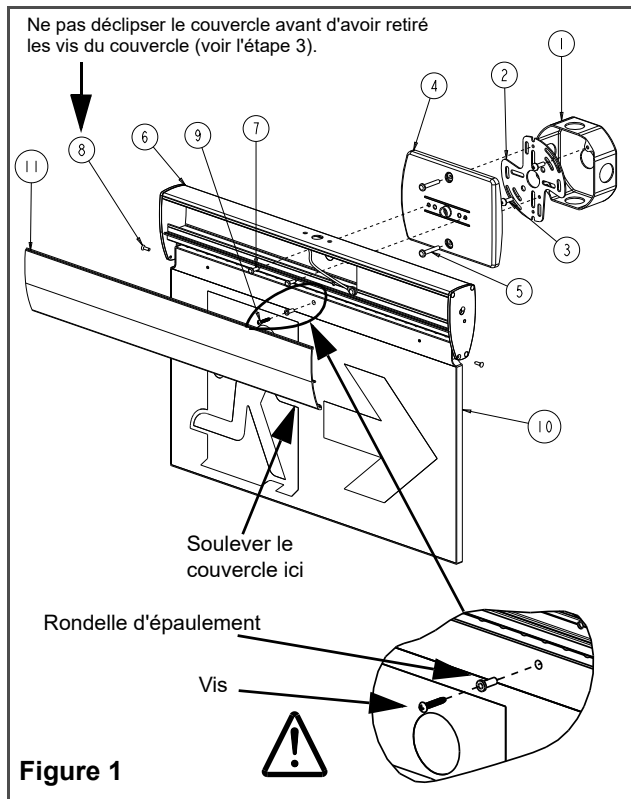

Figure 1
3. Retirer les 2 vis inférieures (8) de la face avant du couvercle et les mettre de côté pour les réinstaller ultérieurement. (voir figure 1)
4. Détacher manuellement le couvercle (11) en soulevant le bas du couvercle et le retirer. Remarque: si le couvercle est difficile à soulever, utilisez un tournevis à tête plate pour faire délicatement levier sur le couvercle à l'endroit indiqué dans la figure 1.
Montage mural (voir figure 1)
La vis et la rondelle d'épaulement (point 9 dans les figures 1 et 2) doivent être installées pour fixer le panneau et éviter qu'il ne glisse lors de l'installation et de l'entretien. Le couvercle avant (11) doit être fixé à l'aide des vis (8) (voir étape 10) sauf pendant l'installation ou l'entretien.